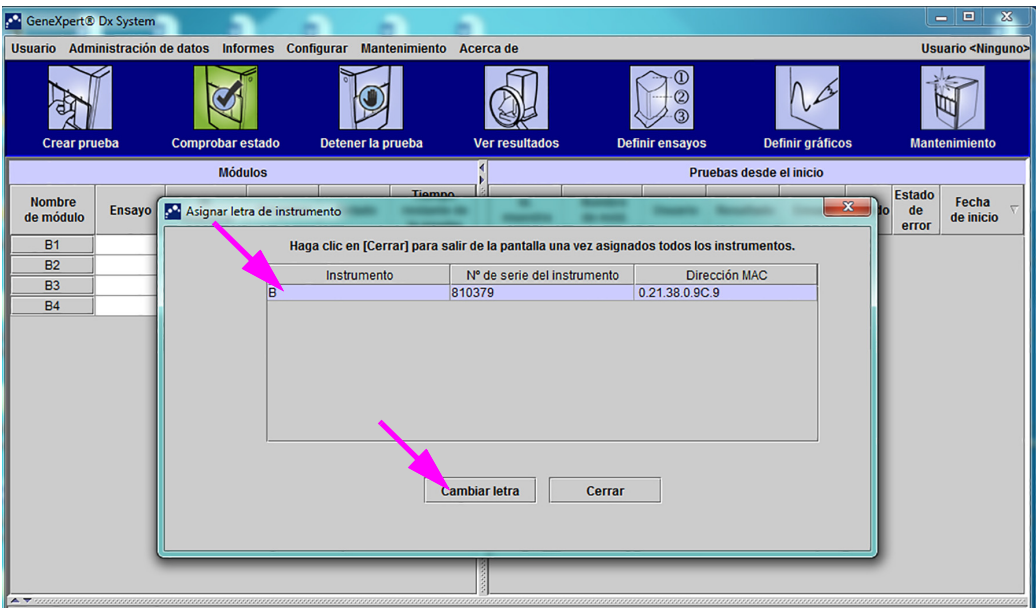

Figura 2-57. Ventana GeneXpert Dx System con el cuadro superpuesto Asignar letra de instrumento
5. Para cambiar la letra de asignación, haga clic para seleccionar el instrumento y, a continuación, haga clic en **Cambiar letra** en el cuadro de diálogo Asignar letra de instrumento (consulte la figura 2-57).